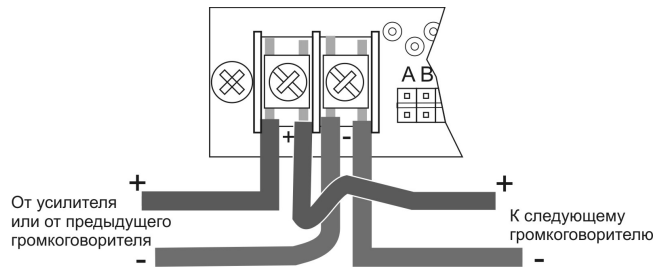

Рис.2
Все громкоговорители имеют встроенные винтовые контактные клеммы для подключения внешних электропроводок. К каждому контакту допускается подключать до двух проводников сечением 0,5 – 2,5 кв.мм. Перед подключением проводника, необходимо снять с него слой защитной изоляции на 8...9мм. В цепях с контролем целостности линии, все подходящие и отходящие проводники должны подключаться именно так, как показано на рис.2. Это необходимо для правильной работы схемы контроля – при изъятии громкоговорителя, целостность линии должна механически повреждаться, поэтому разные участки кабеля должны соединяться между собой не путем прямого контакта между собой, а через клеммы громкоговорителя.
4.2. Подключите громкоговоритель к трансляционной линии согласно рис.2.